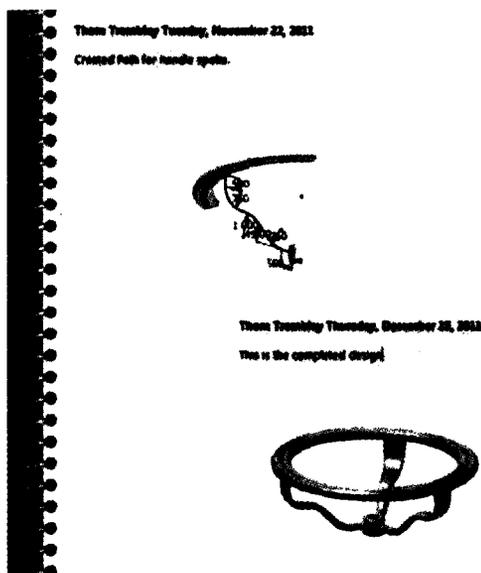

Рис. 7.7. Убедитесь, что описание модели выглядит наилучшим образом в тексте и на рисунке
4. Нарисуйте прямоугольник, который сформирует комментарий, затем добавьте текст, как на рис. 7.7.
Правым кликом и используя отслеживающее меню, можно вращать, панорамировать или зуммировать вид, чтобы получить наилучшую картинку, как показано на рис. 7.7.